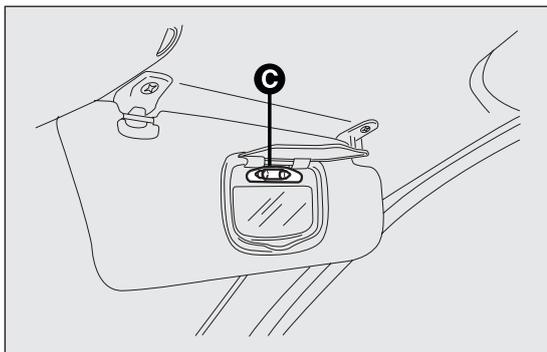

fig. 184
- sustituir la lámpara C fig. 184 soltándola de los contactos laterales y asegurándose de que la nueva lámpara quede correctamente fijada entre estos.